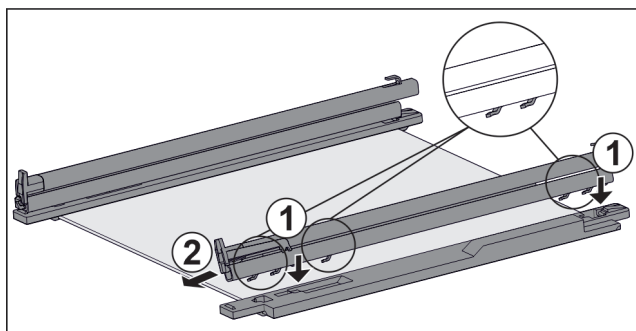

Fig. 125 Placa de vidrio con guías y piezas de sujeción
- ▶ Coloque los ganchos de la guía en las aberturas de la pieza de sujeción **izquierda**. Fig. 125 (1)
- ▶ Tire de la guía hacia delante. Fig. 125 (2)
- ▶ Coloque los ganchos de la guía en las aberturas de la pieza de sujeción **derecha**. Fig. 125 (1)